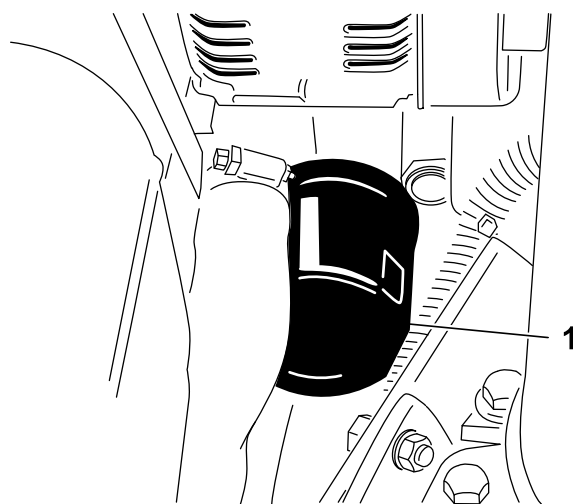

Figure 36
3. Déposez le filtre à huile (Figure 36).